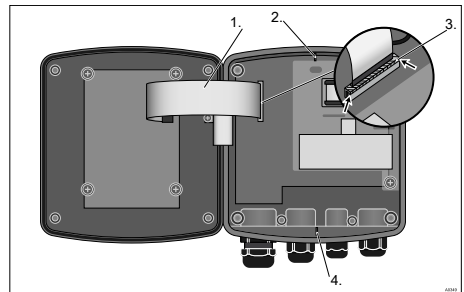

Fig. 39: Scollegamento del cavo piatto multipolare
L'attacco del cavo piatto multipolare è saldato alla scheda e non può essere smontato. Per scollegare il cavo piatto multipolare è necessario aprire il blocco (3) dell'attacco - vedere Fig. 39